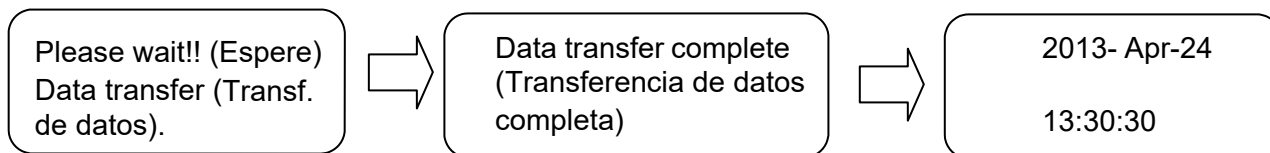

Figura 64
- b) Después de completar un ciclo de esterilización, los datos se guardarán en una tarjeta SD o un dispositivo de memoria USB; y el registrador regresa a un modo stand-by (espera). Las secuencias del mensaje de almacenamiento como se muestra en la Figura 64.